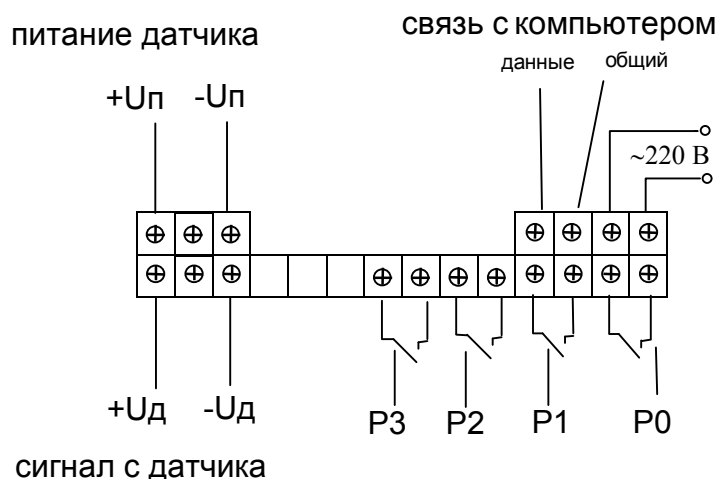

Рис. 2 Схема подключения с клеммными колодками
4.1 Подсоединить ИВС согласно рис. 2 при выключенном общем питании.
6.2 Электрические соединения осуществляется через клеммные колодки, расположенные на задней панели прибора (см рис. 2).